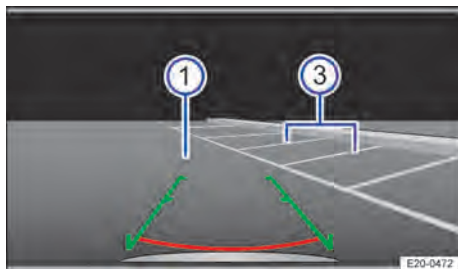

Fig. 122 Indicação na tela do sistema Infotainment: ir até a vaga de estacionamento escolhida.
3. Conduzir para trás lentamente e virar de modo que as linhas laterais conduzam para a vaga de estacionamento selecionada ②. Nisso, as linhas devem coincidir assim com as linhas de delimitação laterais → Fig. 122 ③.